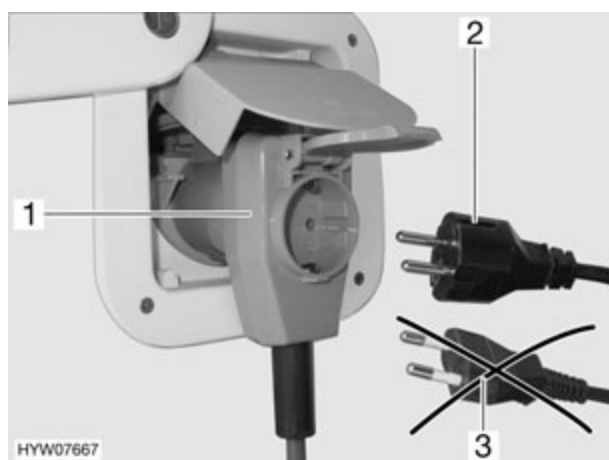

Fig. 114 Conexión a un conector con salida lateral del cable con caja de enchufe
- ▶ Al utilizar un acoplamiento adecuado CEE 17, con caja de enchufe (Fig. 114,1) incorporada en el lado trasero, emplear únicamente un conector IP 44 de goma impermeable, con contacto de protección (Fig. 114,2). No utilizar conector sin contacto de protección (Fig. 114,3). ¡Peligro de electrocución!